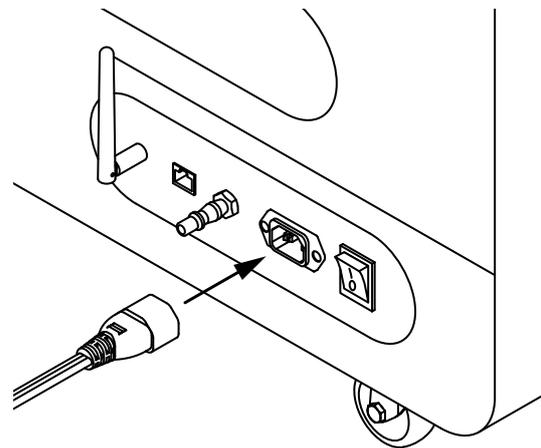

Abbildung 2.1 Verbinden des Netzteils mit dem Netzteilanschluss.
1. Schließe den Drucker an eine Stromquelle an (Abb. 2.1). Der Netzteilanschluss befindet sich auf der Rückseite des Druckers.